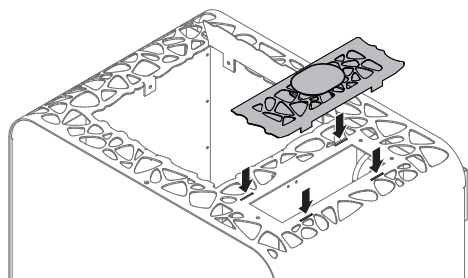

Abb. 5
- Die beiliegende Verdampferschale mit den vier unteren Arretierungsclipsen wie in Abb. 5 in die vorgesehenen Aufnahmeschlitze in der Abdeckung einstecken.